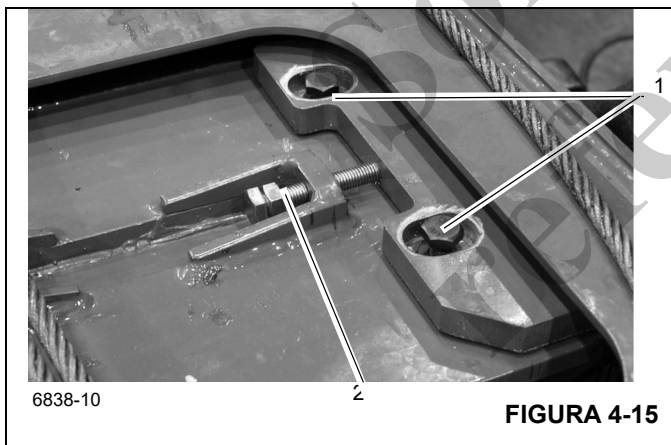

FIGURA 4-15
2. Quite el perno, la arandela y la arandela descentrada (1), (Figura 4-15) que fijan cada almohadilla de desgaste superior trasera ajustable y saque las almohadillas de desgaste, las placas retenedoras y los pernos (2), (Figura 4-15) de la parte superior de la sección central interior Sección. **Tenga en cuenta la ubicación de las almohadillas de desgaste y los suplementos para la instalación.**
3. En la parte superior delantera de la sección de base (Figura 4-15), quite los dos pernos (1), (Figura 4-15) que fijan la placa de contragolpe y saque la placa.